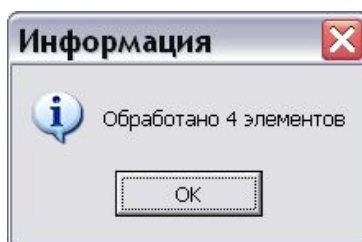

Рис. 8.256
5. При выборе ответа «Да» окно **Групповые операции над идентификационной и статусной частью МД** закроется, и появится сообщение об успешной обработке (Рис. 8.256).